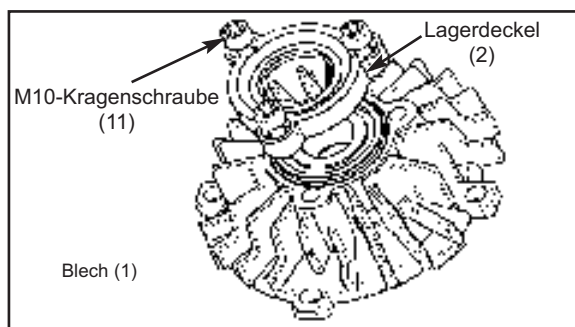

Abb. 23
8. Einen neuen O-Ring für den Lagerdeckel einsetzen. Die eventuellen Passelemente einsetzen und den Lagerdeckel mit drei M10-Schrauben (11) befestigen. Die Schrauben mit einer Spannkraft von 35 Nm anziehen ; siehe Abb. 23.